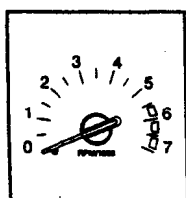

图 1-5 转速表
(1) 里程表和车速表。该车装备的是防更改式里程表。里程表显示的是车辆已经行驶的里程，以 km 为单位。车速表以 km/h 为单位显示车速。如果看到“ERROR”（错误）出现，说明里程表的数字可能不准确。车辆计程表显示的是自上次归零后车辆行驶的里程数。欲将计程表归零，只需按下位于仪表组件右侧的按钮即可。在 1.5 秒内按下该按钮，可实现计程表和里程表之间的转换。在计程表的状态下，将按钮按下并持续 1.5 秒以上，计程表自动归零；在里程表状态下，按下按钮并持续 1.5 秒以上，没有变化。
(2) 转速表（图 1-5）。转速表显示的是发动机每分钟转过的转数（r/min）。注意，汽车运行中，应避免发动机的转速过高，使转速表的指针进入红色区域，否则可能会导致发动机